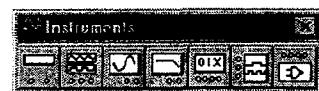

Рис. 1.8
*Instruments* — поле контрольно-вимірювальних приладів (рис. 1.8).